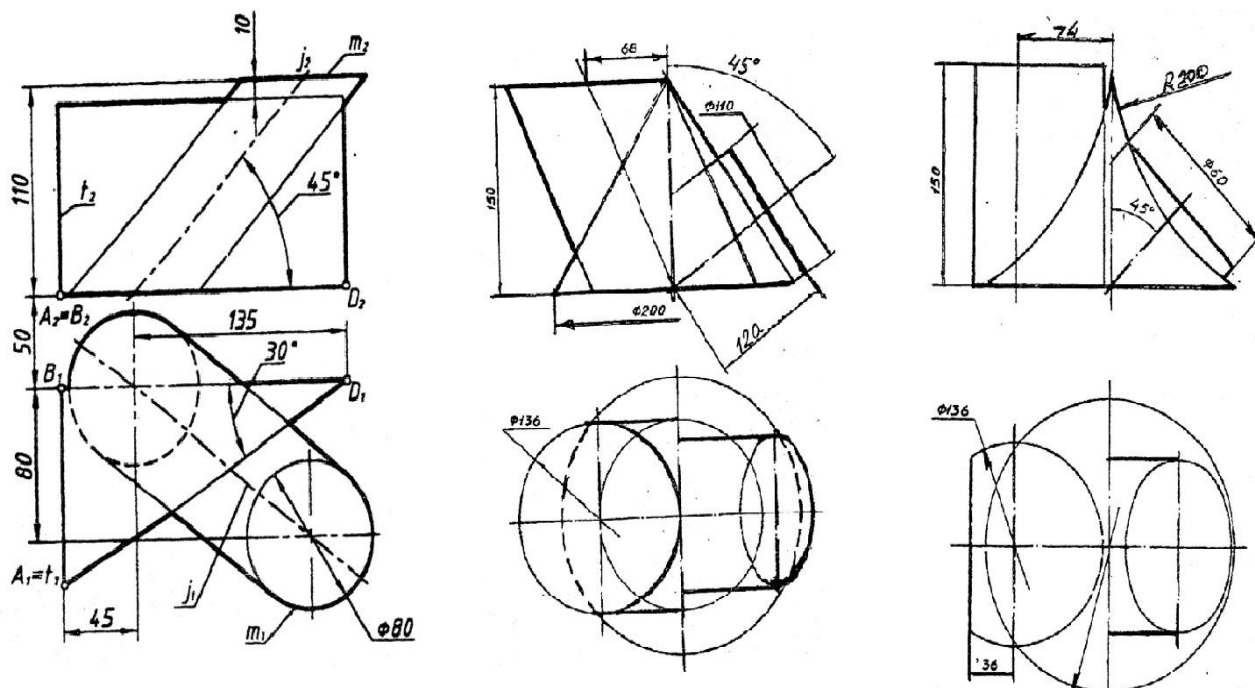
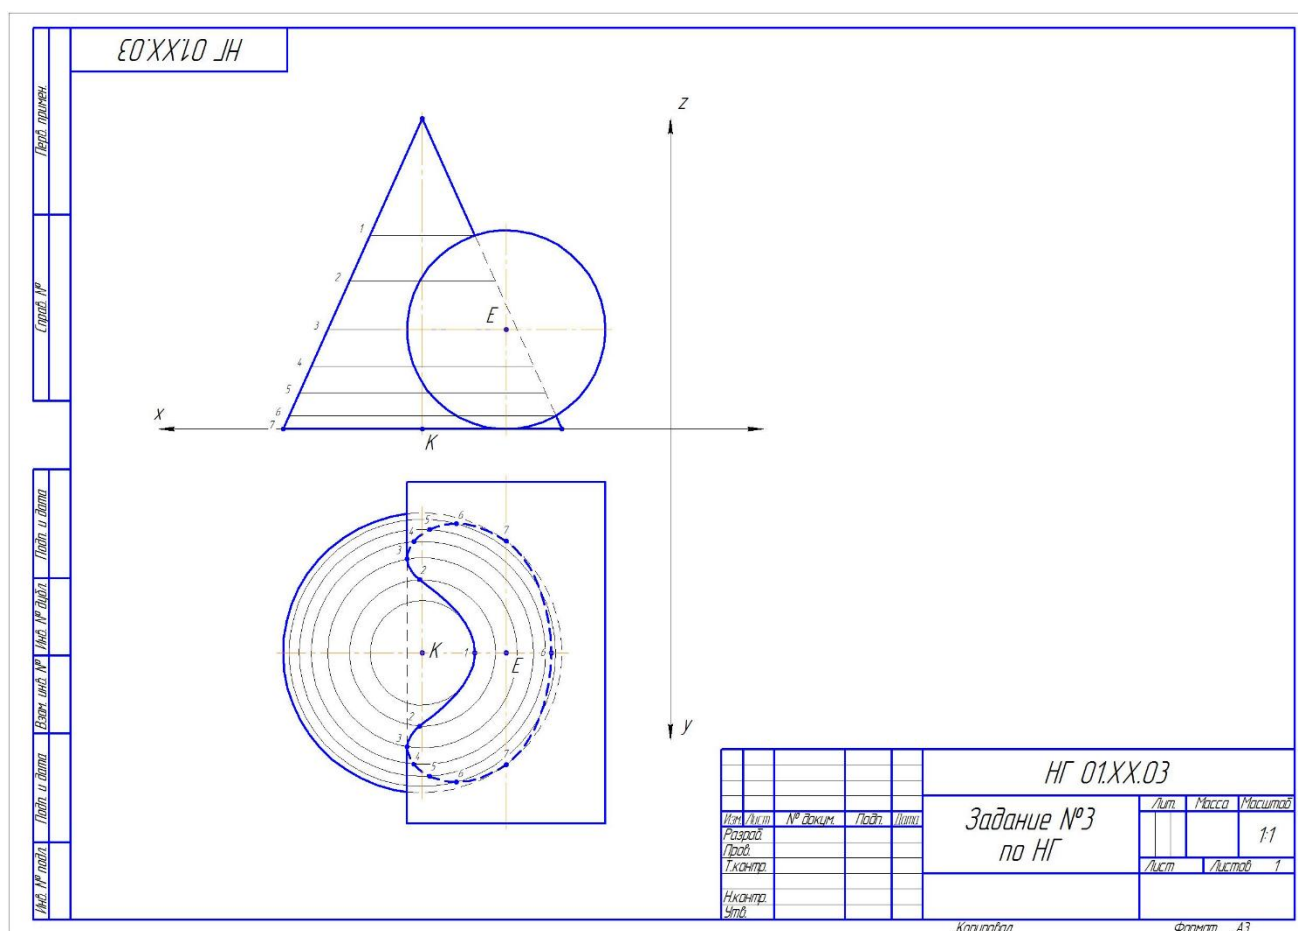

Рис. 4. Вариант заданий к графической работе по теме «Главные позиционные задачи»
Рис. 5. Образец выполнения графической работы №2 по теме «Главные позиционные задачи»
2. Примерные варианты заданий и образцы выполнения ГР (рис. 3, рис. 4 и рис. 5):